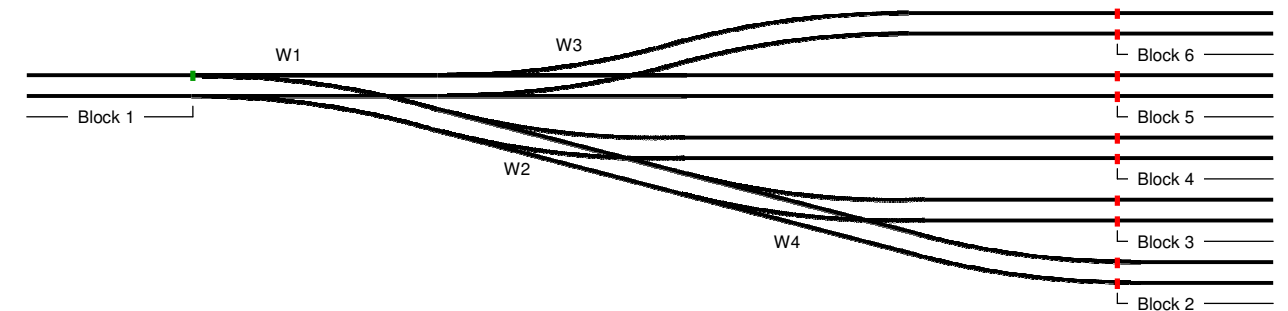

Abb. 4: Mehrere Weichen hintereinander
4. Verkehrsfluss. Schauen Sie sich noch einmal die Erklärung in Abbildung 4 an. Bei Verwendung von Relais bleibt der Block, aus dem das Relais seine Stromversorgung bezieht, besetzt, solange sich der Zug in dem Teil der Weichenstraße befindet, der von diesem Block versorgt wird, und dieser Block kann nicht für andere freigegeben werden. Züge. Wenn zusätzliche Blockausgänge verwendet werden, ist der relevante Teil der Weichenstraße unabhängig, und haben Sie diese Einschränkung im Prinzip nicht.
Die Faustregel „Es gibt nie eine Blocktrennung auf der scharfen Seite einer Weiche“ gilt immer¹, auch wenn mehrere Weichen hintereinander liegen. Schauen Sie sich einfach das Beispiel in Abb. 4 an: